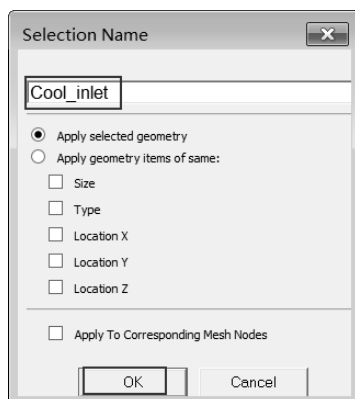

图 3-69 输入截面名
Step22: 在弹出的如图 3-69 所示的 Selection Name 对话框中输入截面名 Cool_inlet, 单击 OK 按钮确定。